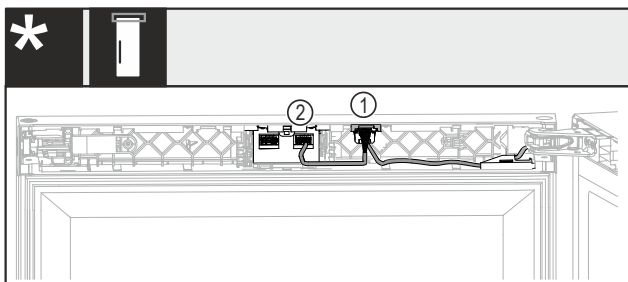

Fig. 45 Без замка или с механическим замком*
- ▶ Вставьте штекер с обоими кабелями Fig. 45 (1) в направляющую.*
- ▶ Зафиксировать штекер с обоими кабелями Fig. 45 (2) в правом гнезде.*